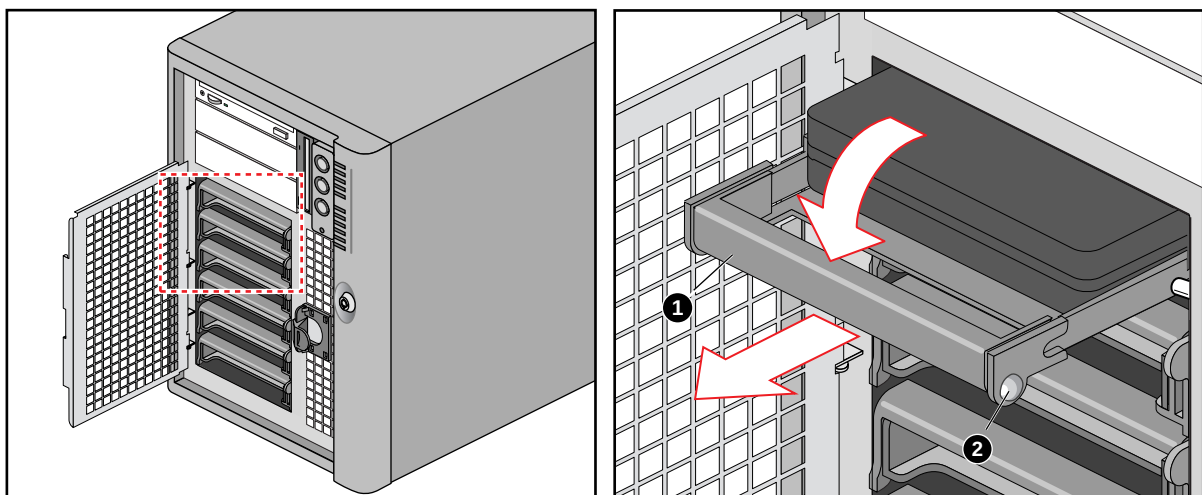

图 5-2 将驱动器支架从机箱上拆下
5. 向左（朝驱动器的中央）按进支架右侧的圆形按钮（图 5-2 中的编号 2）的同时，垂直向下轻拉支架手柄（图 5-2 中的编号 1）。此操作可打开把支架固定到机箱上的锁门。